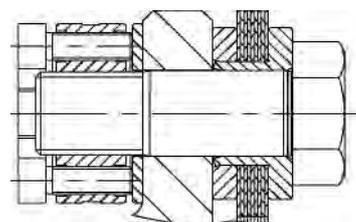

figura 28
**! Le viti di pressione non devono gravare sulle teste (vedere la figura 28).**